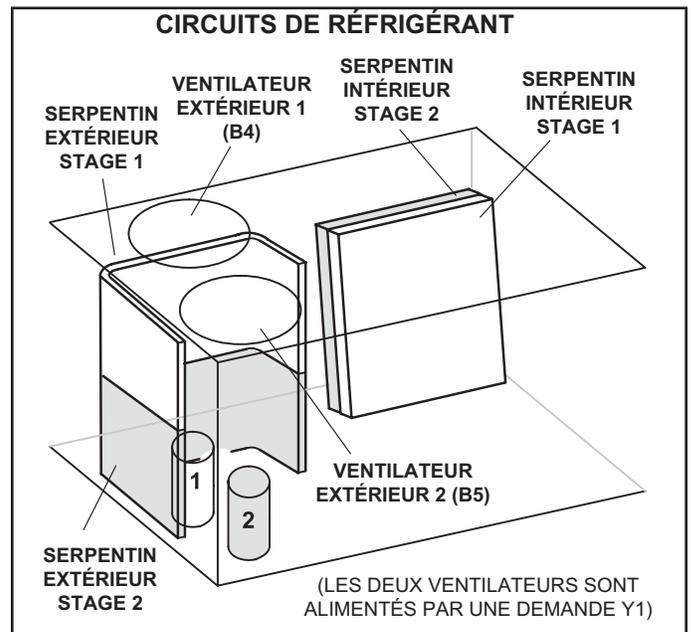

FIGURE 15
- 3 - Les unités contiennent deux circuits de réfrigérant ou stages. Reportez-vous à la FIGURE 15.